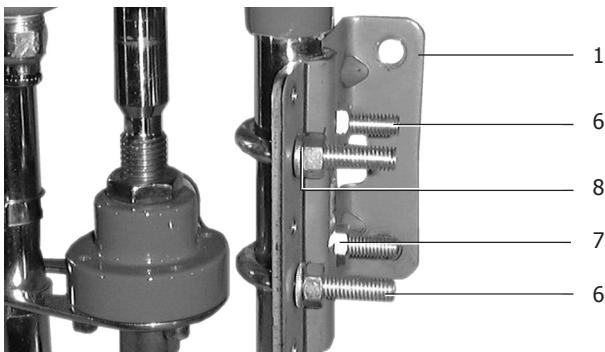
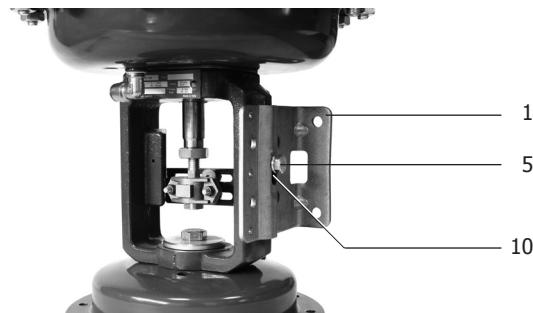

Рис. 7
Рис. 8
- 5.1.6 Установите пластины (1) на привод, используя 2 'U'-образных болта (6), гайки M8 (7) и пружинные шайбы (8), но не затягивайте гайки до конца (Рис. 7). Для пневмоприводов другого типа надо использовать один болт M8 под внутренний шестигранный ключ (5), а также гайку M8 и шайбу (8) (Рис. 8).